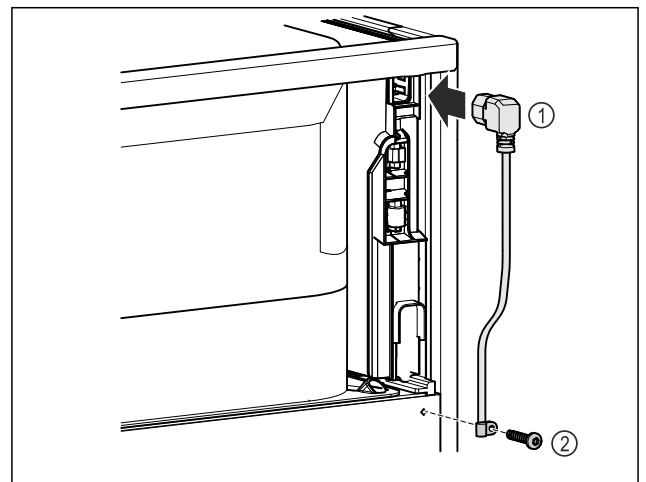

Fig. 13
- ▶ Inserire la presa del frigorifero del cavo di alimentazione Fig. 13 (1) sul retro dell'apparecchiatura.
- ▶ Montare il serracavo. Fig. 13 (2)